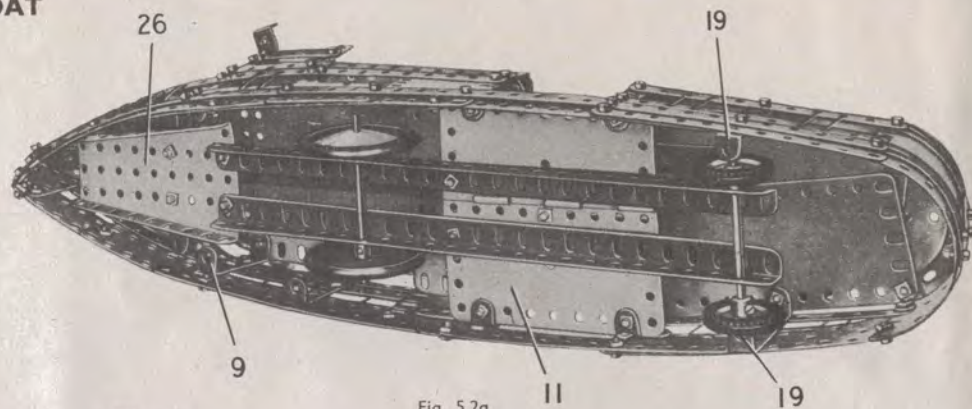

Fig. 5.2a
Chaque côté de la coque est formé par une plaque flexible triangulaire de  $6 \times 4$  cm. (1), une plaque flexible de  $6 \times 4$  cm. (2), une de  $14 \times 4$  cm. (3), une de  $6 \times 4$  cm. (4), une de  $6 \times 6$  cm. (5) et une de  $14 \times 4$  cm. (6). Ces plaques sont renforcées par un longeron (7) constitué de deux bandes de 25 trous qui se recouvrent sur 11 trous ; elles sont également reliées à une bande de 25 trous (8). Deux bandes coudées de  $60 \times 12$  mm. (9) sont boulonnées de chaque côté. De chaque côté également une bande est boulonnée dans le trou central de la bande de 5 trous verticale (20). Les côtés sont réunis à l'avant par une équerre et par un boulon de 9,5 mm. (10). Une plaque à charnière (11) est démontée et les deux moitiés sont boulonnées sur les rebords inférieurs de deux des bandes coudées (9). Leurs extrémités arrière sont fixées sur les côtés de la coque par des équerres (fig. 5.2a). L'arrière du bateau est constitué par deux plaques cintrées de 43 mm. de rayon. Ces plaques sont boulonnées sur les bords des plaques flexibles (6) et sur une bande cintrée à glissière qui prolonge chacune des bandes (7).